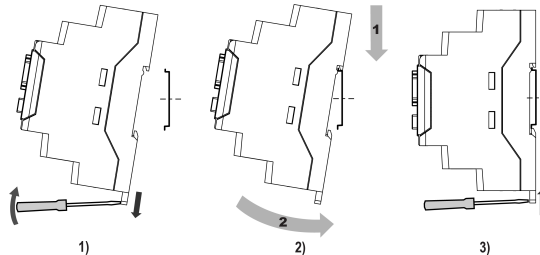

Рисунок 2 – Монтаж прибора
2. Вставив отвертку в проушину, оттянуть защелку (см. рисунок 2, 1). Установить прибор на DIN-рейку.
3. Прибор прижать к DIN-рейке (см. рисунок 2, 2, стрелки 1 и 2). Отверткой вернуть защелку в исходное положение.